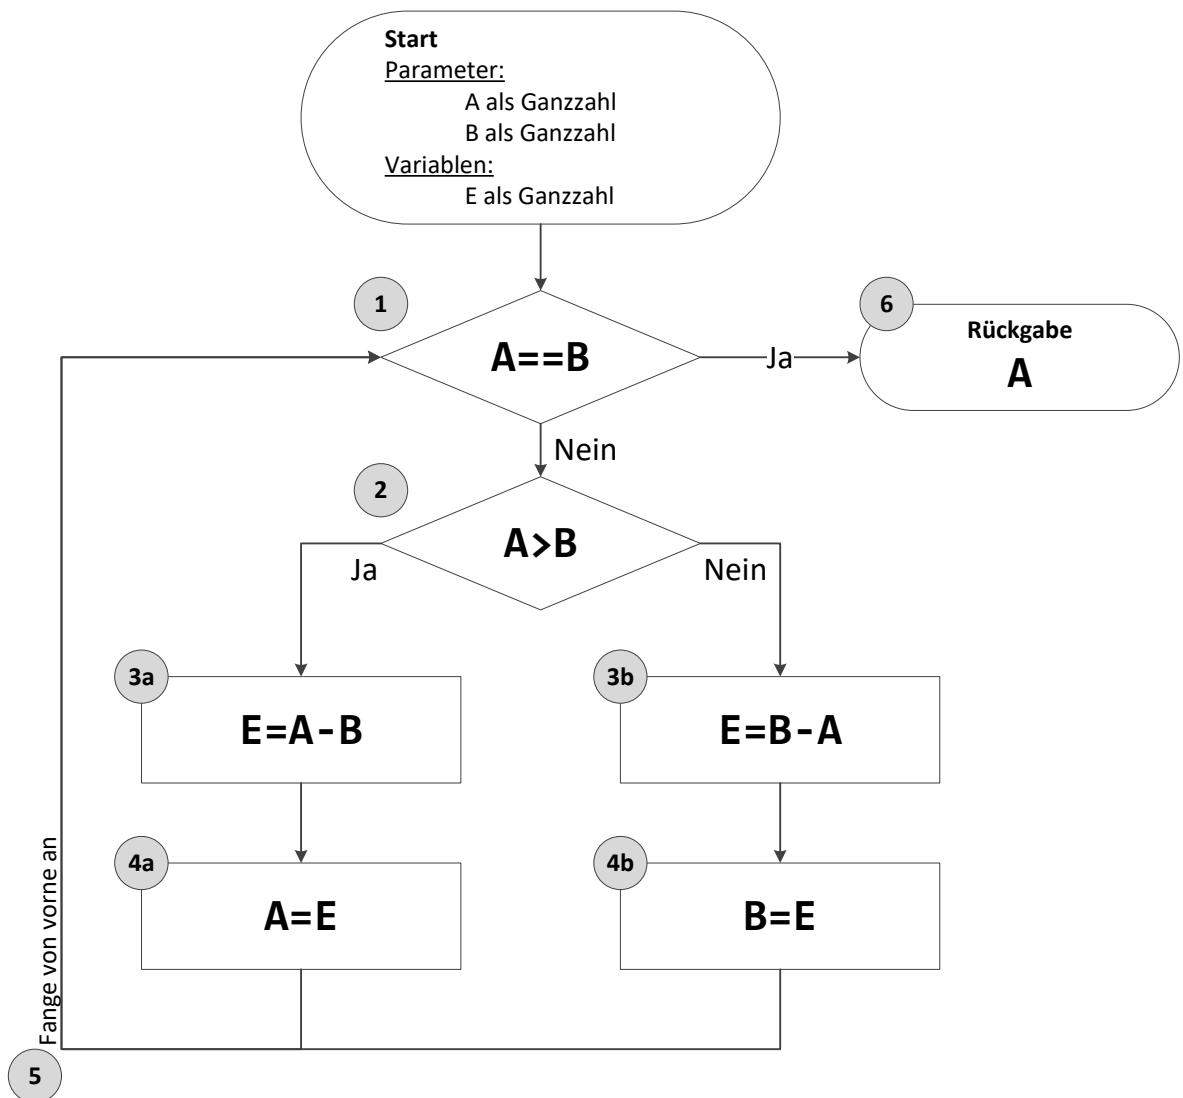

Abbildung 3.4: Ablaufplan des Algorithmus mit Parametern und Variablen
In Abbildung 3.4: *Ablaufplan des Algorithmus mit Parametern und Variablen* (Seite 25)
- Deklaration von Parametern zur Übergabe von Daten an das Unterprogramm (⇒ Abbildung 3.4: *Ablaufplan des Algorithmus mit Parametern und Variablen*, Seite 25)
- Ausführen der Rückgabe (⇒ Abbildung 3.4: *Ablaufplan des Algorithmus mit Parametern und Variablen*, Seite 25) (6)